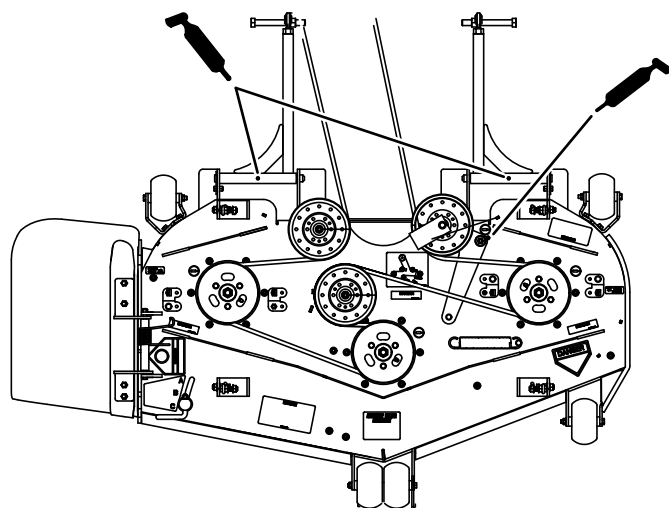

Figura 49
6. Lubrifique o braço intermédio na plataforma do cortador (Figura 49).
7. Lubrifique os encaixes nos braços (Figura 49).